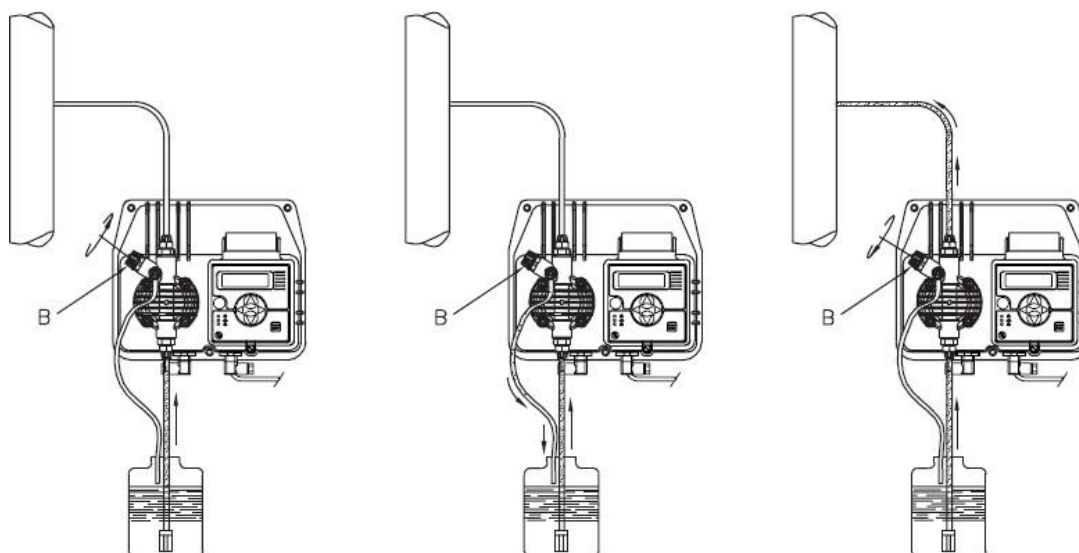

Рис. 8
f. Якщо Вам необхідно від'єднати насос від системи встановіть на місце захисні ковпачки, щоб уникнути підтікання рідини. Перед підключенням шланга подачі до системи закачайте рідину в дозуючий насос як показано на Рис. 8. Перед завершенням установки шланга скидання переконайтеся, що імпульси насоса не приводять його в рух. У разі виникнення проблем із закачуванням насоса використовуйте простий шприц для всмоктування рідини через ніпель скидання, при цьому насос повинен працювати, продовжуйте до тих пір, поки рідина в шприці не почне підніматися. Використовуйте відрізок шланга забору для під'єднання шприца до ніпеля скидання. У тому випадку якщо на насосі є клапан стравлювання повітря, відкрутіть клапан В, до тих пір, поки з головки насоса не вийде все повітря